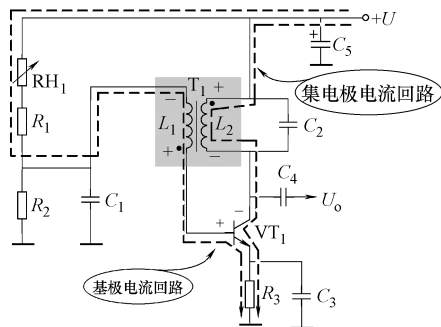

图 12-8 振荡管  $VT_1$  直流电流回路示意图
1)  $VT_1$  管偏置电路。电路中, 直流工作电压  $+U$  经  $T_1$  的  $L_2$  线圈加到  $VT_1$  管集电极。  $RH_1$ 、 $R_1$  和  $R_2$  对  $+U$  分压后的电压加到  $VT_1$  的基极, 建立  $VT_1$  管的直流偏置电压。如图 12-8 所示是振荡管  $VT_1$  直流电流回路示意图。